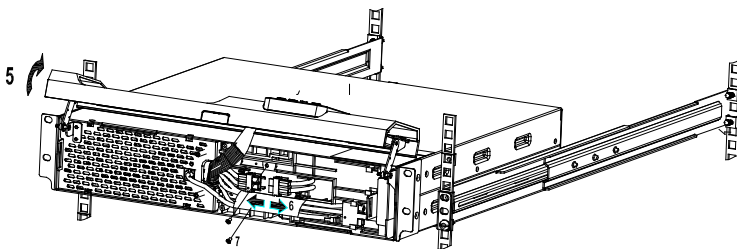

Abb. 23: Trennen des Batteriesystems; Lösen der Abdeckung
7. Nach Lösen der Schrauben des Batterieschutzbleches (7) nehmen Sie dieses nunmehr nach vorne ab. Führen Sie dabei den Batteriekonnektor durch die dafür vorgesehene Öffnung. Obige Abb. 23 verdeutlicht den beschriebenen Prozess.